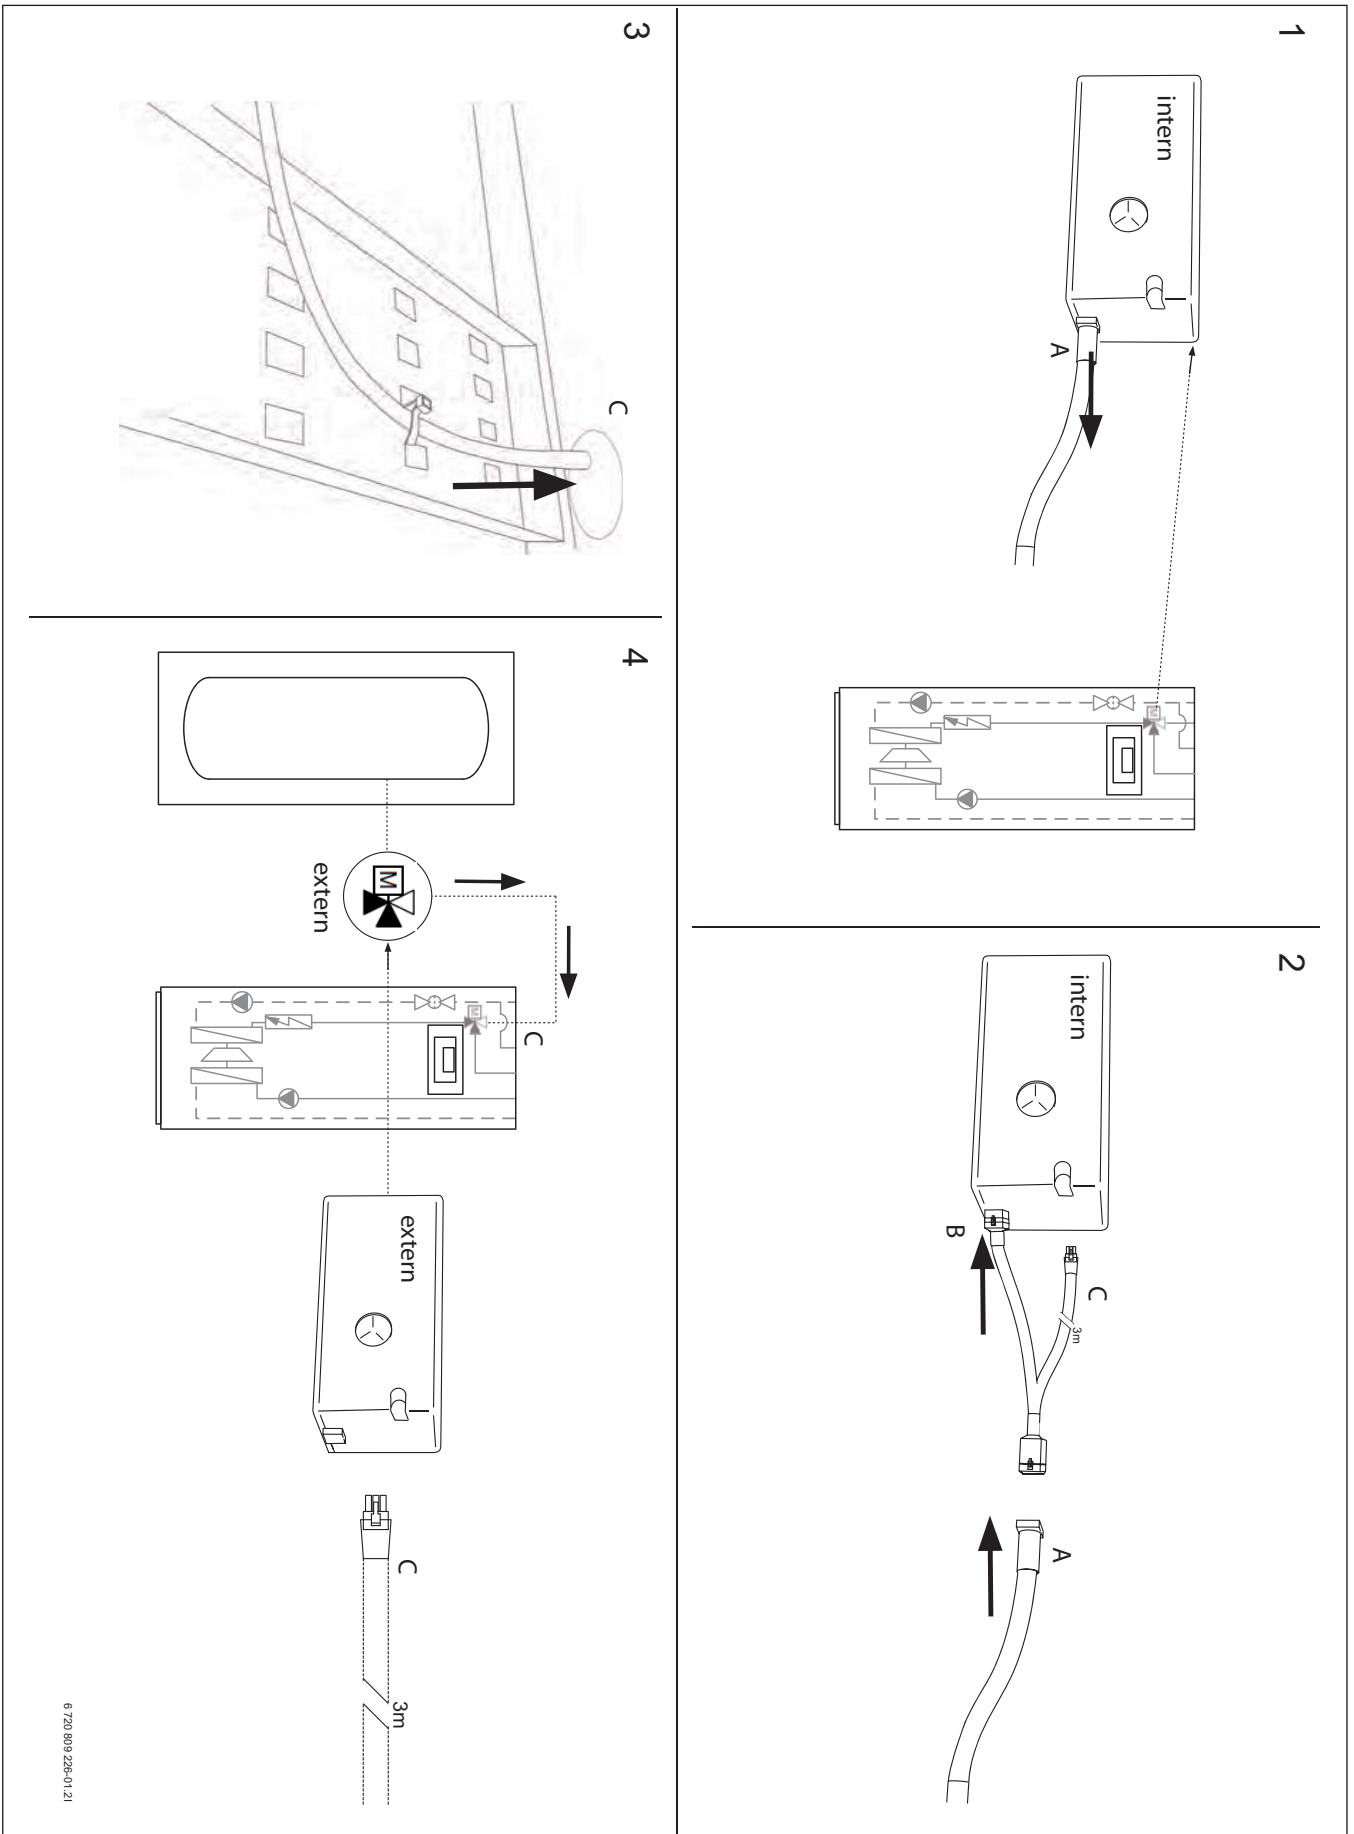

Bild 75 Verbinden eines internen Umschaltventils mit einem externen Umschaltventil (elektrische Parallelschaltung)
- In der Hydraulik mit Pufferspeicher PNRZ wird ein externes Umschaltventil (E21.Q21) im Rücklauf benötigt. Das interne Umschaltventil wird über Adapterkabel mit dem externen Umschaltventil verbunden (Montage → Bild 75, Seite 103). Das Adapterkabel gehört zum Lieferumfang.